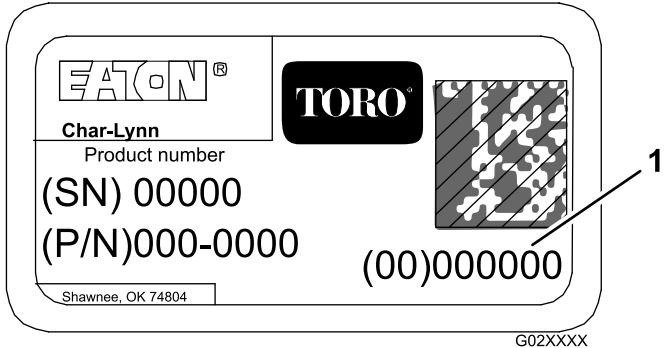

Figura 2
**Nota:** El código de fecha juliana (Figura 2) confirma si el motor forma parte del lote afectado. Los motores afectados tienen un código de fecha de 14311 a 19511.